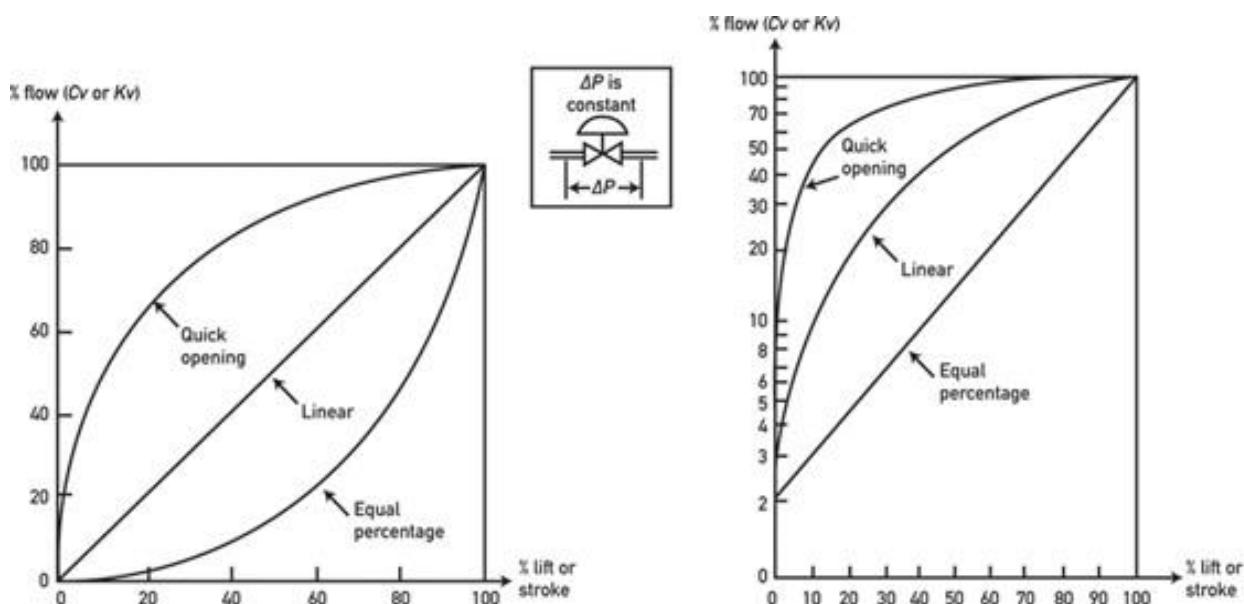

FIGURA 1
A figura 1 mostra os gráficos da relação % de curso versus % de vazão (CV) para 3 características de válvulas em escala linear e logarítmica.